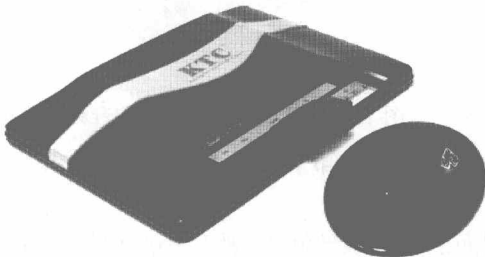

图 15-2 将底座取下
步骤① 将液晶显示器的面板朝下, 放在加有软垫的桌面上, 轻轻按动两个卡扣, 将底座取下, 如图 15-2 所示。